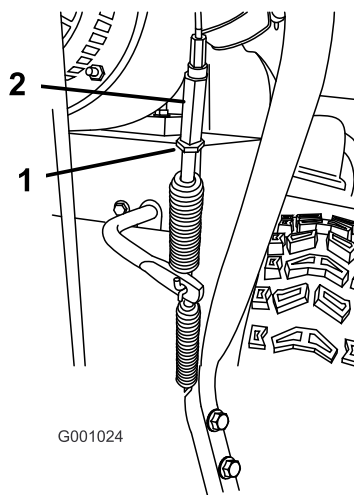

Figura 47
5. Allentate il controdamo (Figura 47).
6. Allentate o serrate il tornichetto che regola la tensione del cavo (Figura 47).